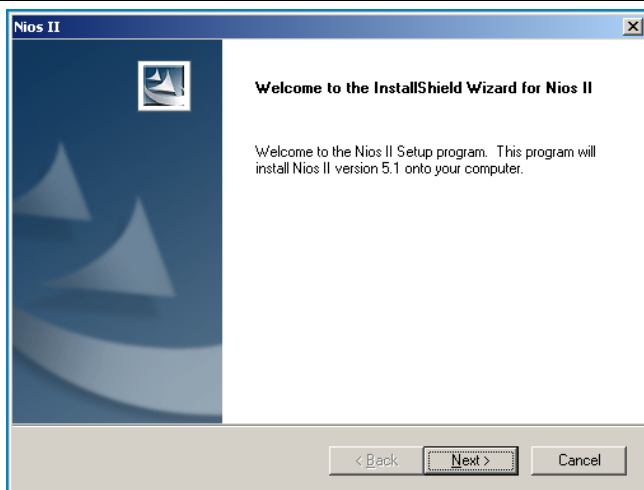

图 3-23 安装向导
- (2) 与 QuartusII 软件安装相同，在安装项目中选择第一项安装 NiosII Evaluation Edition。选取后出现如图 3-23 所示安装向导。